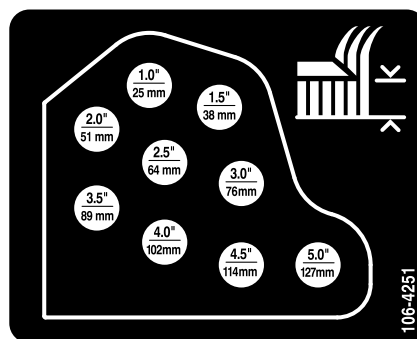

Figure 19
- Montez les chaînes de hauteur de coupe dans le trou correspondant à la hauteur de coupe voulue à l'aide de l'axe de chape et de la goupille fendue (Figure 19).